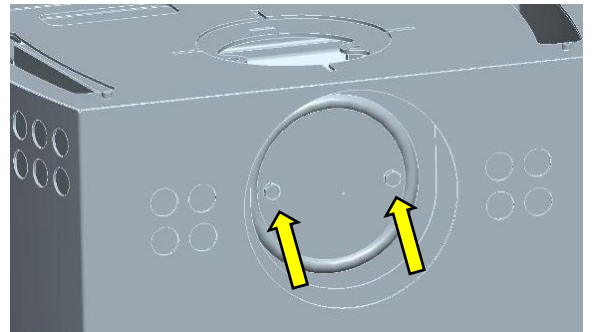

Fig. 8 : vis couvercle obturateur
4. Retirer les vis de fixation du couvercle obturateur (Fig. 8)